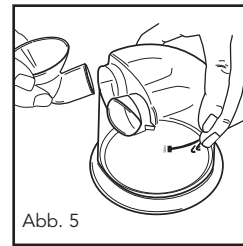
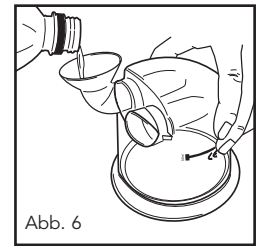

Abb. 5
Abb. 6
4. Befüllen Sie die Kammer mithilfe des mitgelieferten Trichters (Abb. 5) mit einer für den Benutzungszeitraum ausreichenden Wassermenge, jedoch nicht bis oberhalb des Eichstriches von 560 ml (Abb. 6). Nachstehender Tabelle sind Angaben über die voraussichtlichen Benutzungszeiten in Stunden angegeben, die das Gerät bei diversen Durchflussraten mit 560 ml Wasser funktioniert.